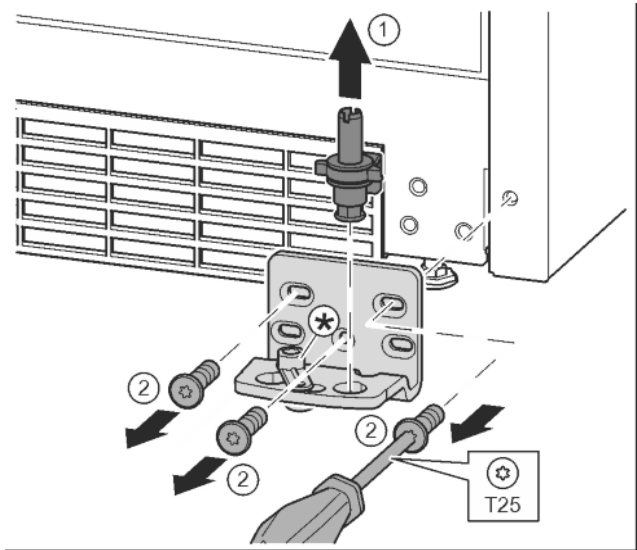

Fig. 11
- ▶ Извадете изцяло нагоре лагерния болт. Fig. 11 (1)
- ▶ Отвийте винтовете с отвертка T25 и свалете лагерната стойка. Fig. 11 (2)